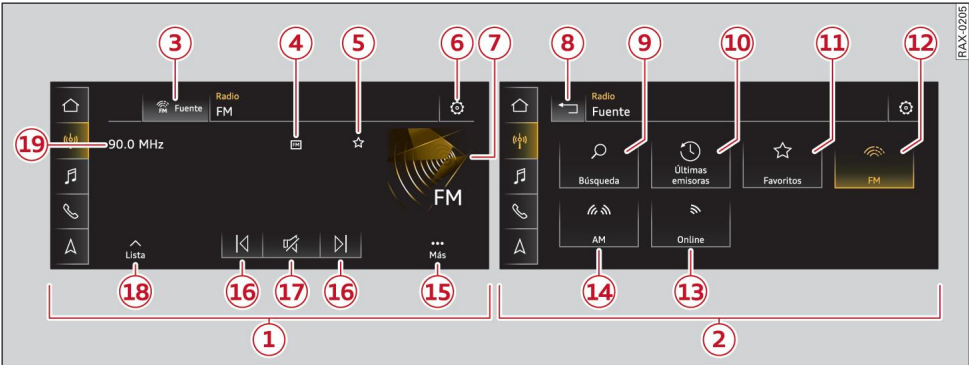

Fig. 145 Pantalla central: Izquierda: Funciones de la radio en la vista de reproducción. Derecha: Fuentes
► Pulse en la lista de reproducción en ☆ 5 ⇒ *pág. 234, fig. 145*.